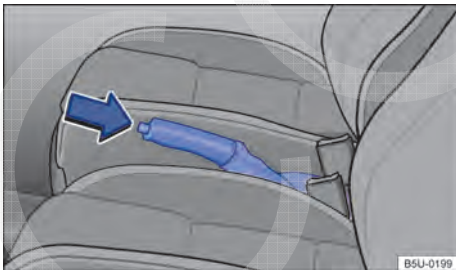

Fig. 107 Entre os bancos dianteiros: alavanca do freio de estacionamento.
- Puxar a alavanca do freio de estacionamento para cima com o botão bloqueador pressionado ⇒ Fig. 107 (seta).
- Puxar a alavanca do freio de estacionamento um pouco para cima e pressionar o botão bloqueador ⇒ Fig. 107 (seta).